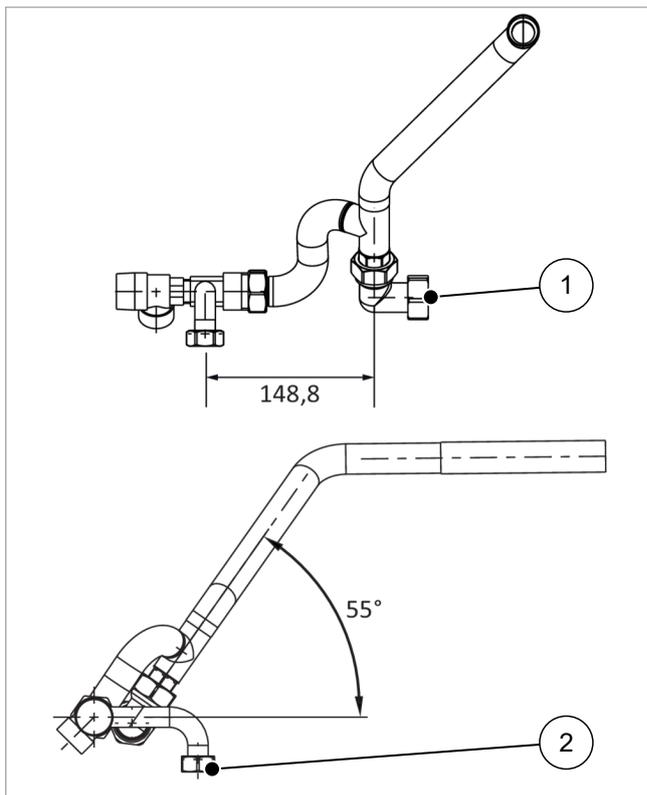
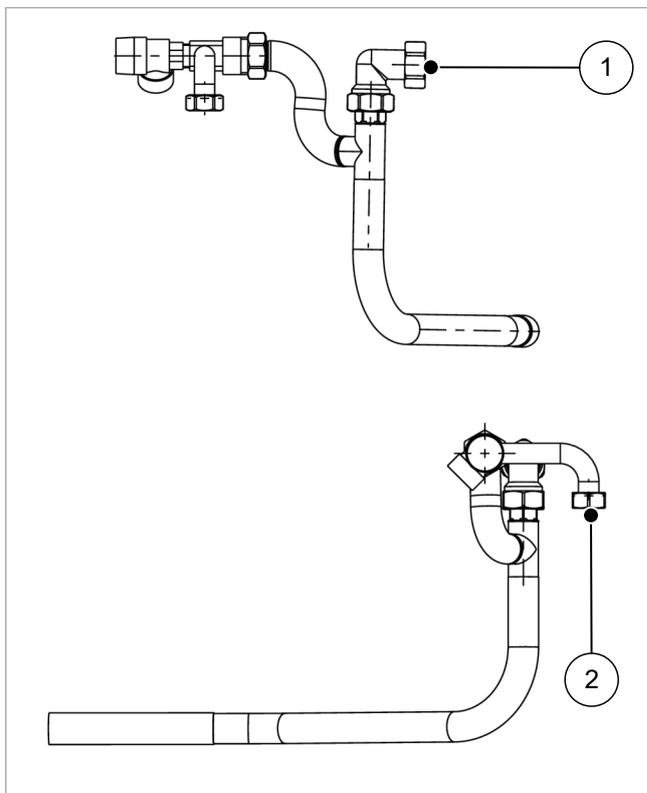

Abb. 8: Biegung des Solar-Vorlauf-Rohrs - rechts aus Lademodul herausführend
Abb. 9: Biegung des Solar-Vorlauf-Rohrs - links aus Lademodul herausführend
6. Das neue Solar-Vorlaufrohr aus dem Anschlussset anschließen. Dazu das lange Wellrohr nach links oder rechts aus dem Lademodul führen. Je nach Ausrichtung muss das Wellrohr passend gebogen werden (siehe → Abb. 8 und Abb. 9).